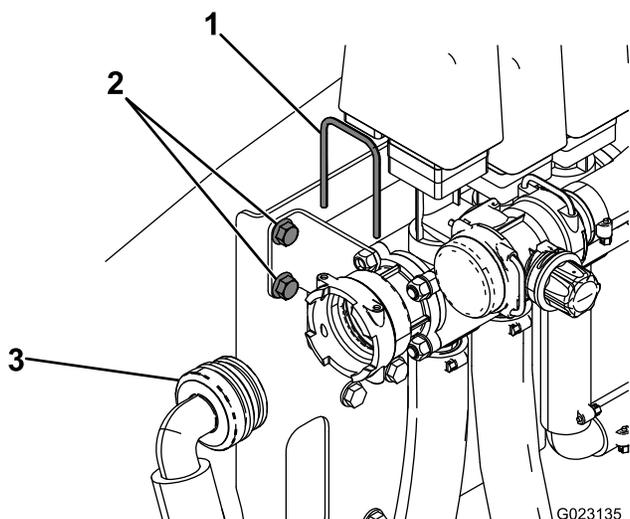

Figura 20
1. Retire a forquilha de retenção que prende o tubo de pressão à parte lateral da válvula de agitação (Figura 20) e coloque o tubo e forquilha de retenção de lado.
2. Remova os 2 parafusos que fixam o suporte pequeno à estrutura (Figura 20).